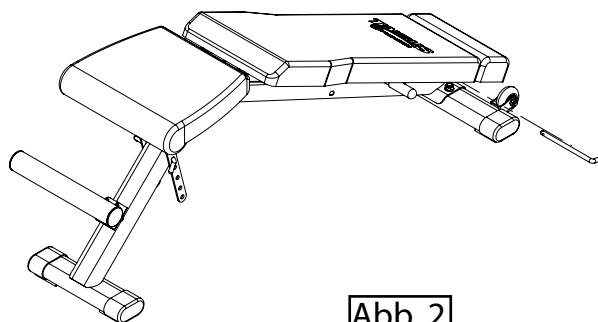

Abb. 2
2. Falten Sie die Rückenlehne (E) nach hinten (Abb. 2).
3. Montieren Sie den Stellstift hinter die Rückenlehne (E) (Abb. 2).